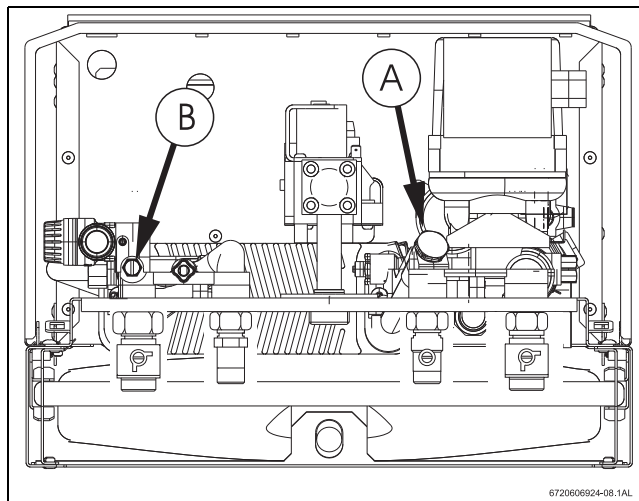

Fig. 30
- ▶ Aflojar el tapón (Fig. 30, Pos. A).
- ▶ Desenroscar el tornillo de desagüe (Fig. 30, Pos. B).